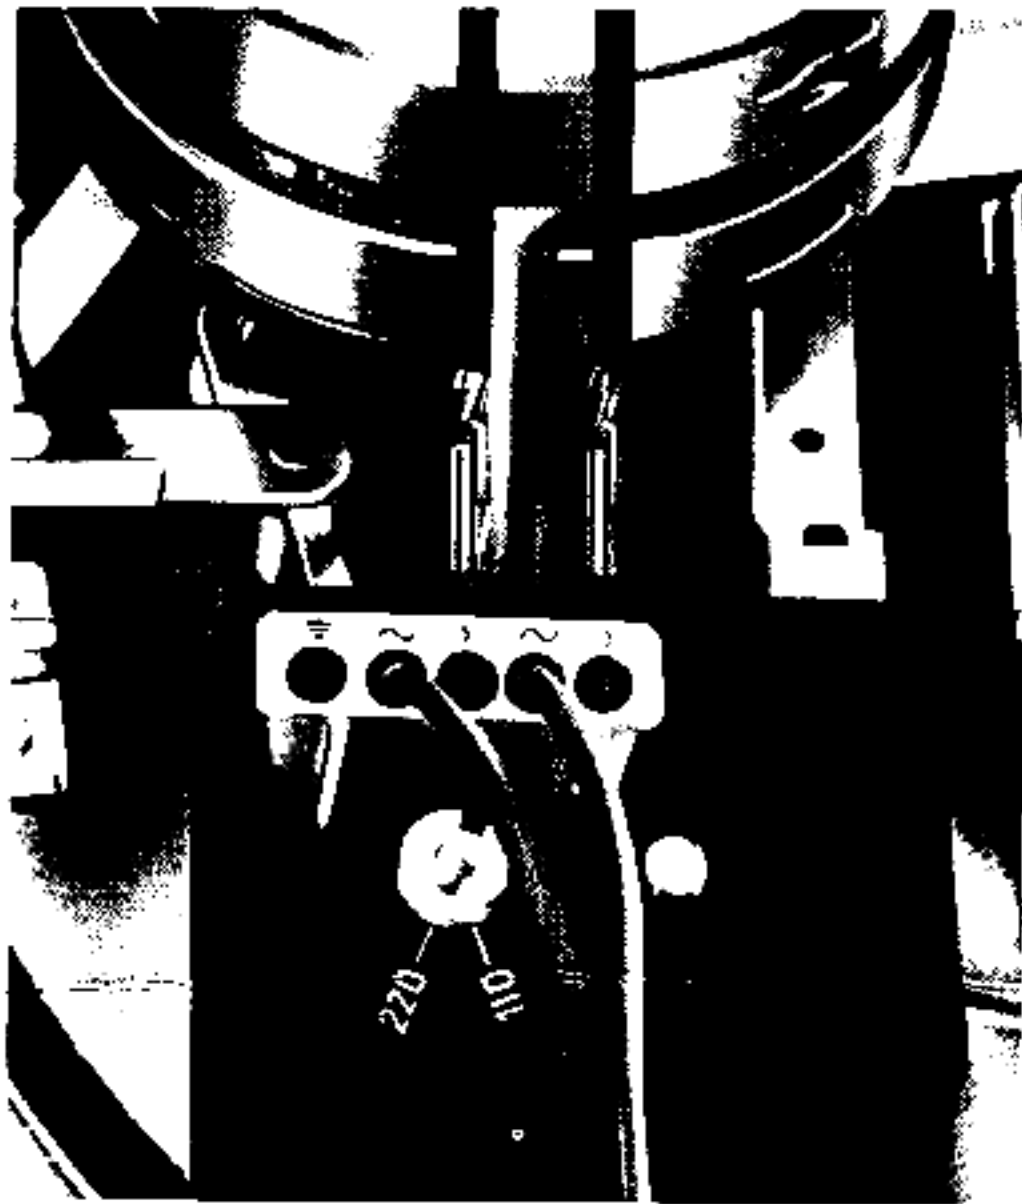

Fig. 4
**b) Anschluß an Dual HiFi-Automatikspieler mit 5-poligem Netzanschlußstecker nach Fig. 4**
**b) Connection to Dual hifi automatic turntable with 5-pole power connection plug as shown in Fig. 4.**
**b) Raccordement sur platines Dual équipées de connecteurs secteurs à 5 broches. (Fig. 4)**
**b) Aansluiten aan Dual automatische hifi-platenspelers met vijf-polige net-aansluiting volgens fig. 4.**